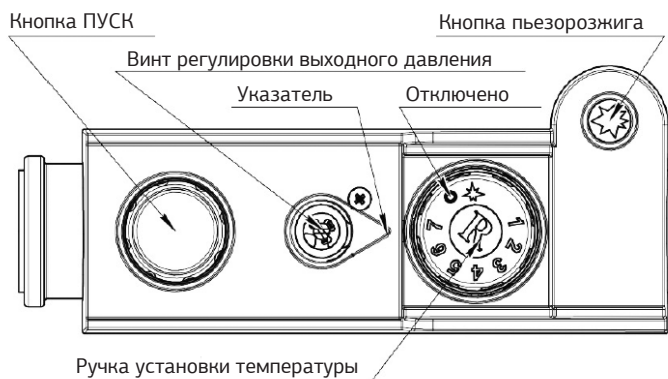

Рисунок 11. Элементы управления на газовом блоке САБК-ТР
- установить ручку газового блока (см. рис. 11) в положение «Розжиг»;